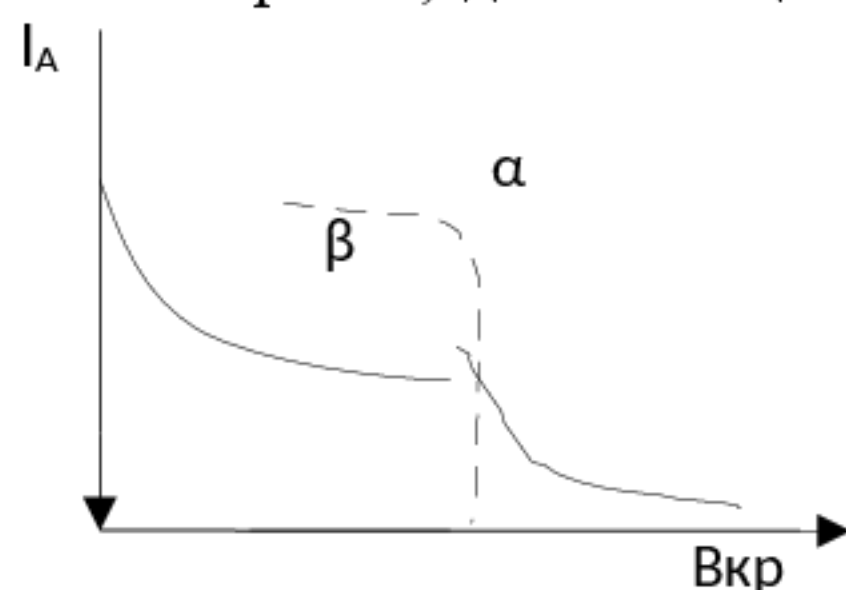

Рис. 3
Таким образом, для определения удельного заряда электрона методом магнетрона, достаточно снять зависимость анодного тока лампы  $I_A$  от тока в соленоиде  $I_{\text{с}}$ , так называемую сбросовую характеристику. Очевидно, форма графика этой зависимости должна быть аналогичной кривой  $I_A = f(B)$ , представленной на рис.3. Используя полученную кривую, на ней можно найти значение  $I_{\text{кр}}$ , а затем по формуле (8) вычислить  $e/m$ .
На рис.3 представлена идеализированная (а) и практическая(б) сбросовые характеристики. На последней, спадающий участок более размытый. Это объясняется как различного рода несовершенствами конструкции магнетрона. Сюда относятся не точная коаксиальность анода и катода, не строгая однородность магнитного поля внутри соленоида и др. Особо нужно отметить тепловой разброс начальных скоростей электронов, вылетающих с поверхности катода, приводящий к размытию кривой. В связи с этим затрудняется отсчет сбросового, т.е. критического значения намагничивающего